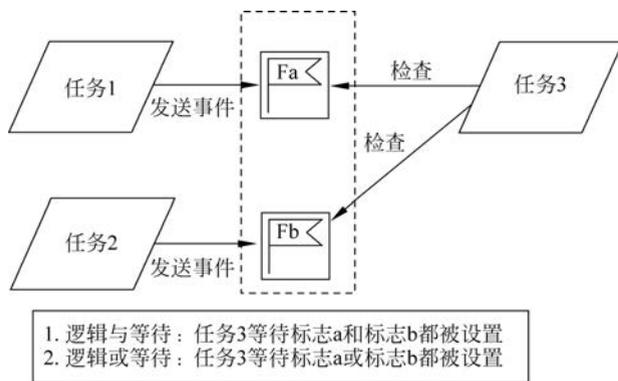

图 5.7 条件标志组——等待一组事件
- (1) 任务正在等待一组事件(见图 5.7)。
如图 5.7 所示,标志组便于实现下列组合逻辑操作。